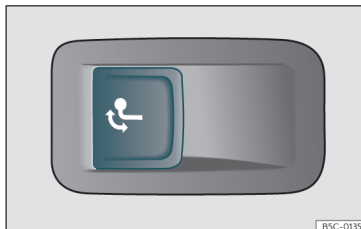

Abb. 187 Im Gepäckraum links: Taste zur Entriegelung der Anhängerkupplung.
- Ziehen Sie kurz an der Taste >>> **Abb. 187**. Die Anhängerkupplung wird automatisch entriegelt und dreht selbsttätig heraus. Die Kontrollleuchte der Taste blinkt.
- Ziehen Sie kurz an der Taste >>> **Abb. 187**. Die Anhängerkupplung wird elektrisch entriegelt.
»» **Abb. 187** → *blinkt*, ist die Anhängerkupplung noch nicht vollständig eingerastet oder beschädigt »» **△**.
- Wenn die Kontrollleuchte bei geöffneter Heckklappe »» **Abb. 187** → *dauerhaft leuchtet*, ist die Anhängerkupplung vollständig eingerastet, sowohl in eingezogener als auch in herausgeschwenkter Stellung.
»» **Abb. 187**, wenn ein Anhänger oder ein Gepäckträger oder anderes Zubehör auf der Anhängerkupplung eingehängt ist.